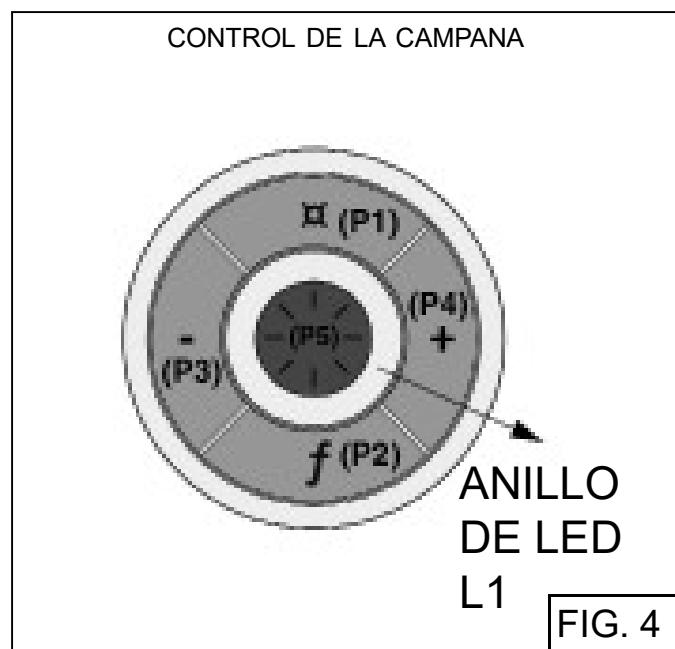

FIG. 4
3. En 3 segundos presione P5 en el control de la campana (Fig.4) El BEEP confirma que el proceso de vinculación se ha realizado correctamente.